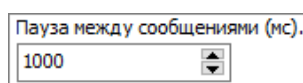

Рисунок 8-191 Пауза между сообщениями
- установить паузу между сообщениями – интервала между озвучиванием различных событий (см. Рисунок 8-191). Паузы между повторениями одного сообщения по умолчанию соответствуют данному параметру, но могут быть переопределены вызывающей стороной;